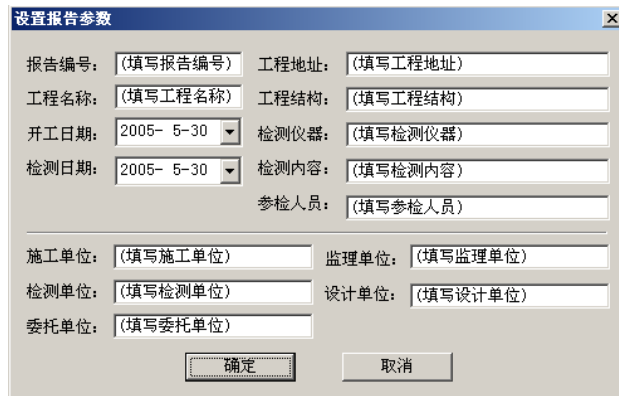

图 4-12 设置报告参数
- 5、生成 Word 报告：自动启动 Microsoft Word（本机应装该软件，否则此项操作将不能继续），以当前文件中选中测区生成 Word 格式的检测报告，点击后首先提示输入报告相关参数，如图 4-12，其中各项参数均有自动记忆功能，即初始化为上次生成报告相应的参数。